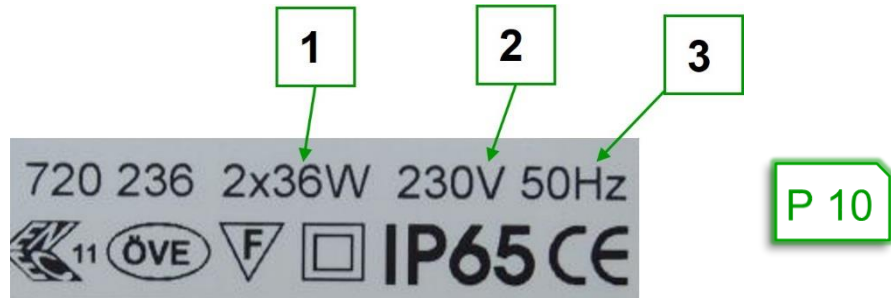

Abb. 29: Typenschild Lampengehäuse
- a.) Die Lampenfassung für die zwei Leuchtstofflampen besitzt das Typenschild in Abb. 29. Hilf Muhamed und entschlüssele die grün markierten Angaben.